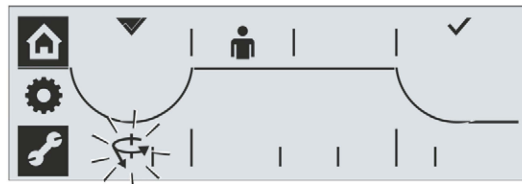

图10：力矩关断模式 - 关端位置
12. 按下操作按钮，确认保存当前的末端位置。确认保存第一个末端位置后，屏幕中将显示出一个对勾图标，且显示将切换到另一个末端位置（本文中为关末端位置）。此时关末端位置图标也将开始闪烁，并可以设置所需的关断模式——显示屏中的图标为当前的关断模式：行程关断或者力矩关断，如图10所示。